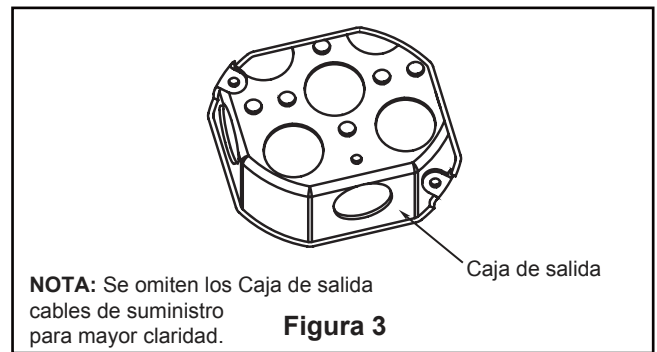

Figura 3
Uso del soporte (Figura 3)
1. Ajuste bien la caja de conexiones del techo apta para soporte de ventilador en la estructura armada. La caja de conexiones no se suministra con el ventilador. (Figura 3)
3. Extraiga uno de los tres tornillos del ensamble de la placa de iluminación y guárdelos para paso 5. Afloje levemente los otros dos tronillos. (Figura 3)
- 3.** Para que el ventilador sea funcional, instale las pila (incluidas) de 23A/12V en el transmisor del mando a distancia. Mientras el ventilador esté apagado. A continuación, siga el proceso de fijación remota de código. Si no se utiliza el ventilador durante un largo periodo de tiempo, extraiga la batería para evitar cualquier daño al transmisor. Almacene el mando a distancia en un lugar alejado del calor o la humedad excesiva. (Figura 3)